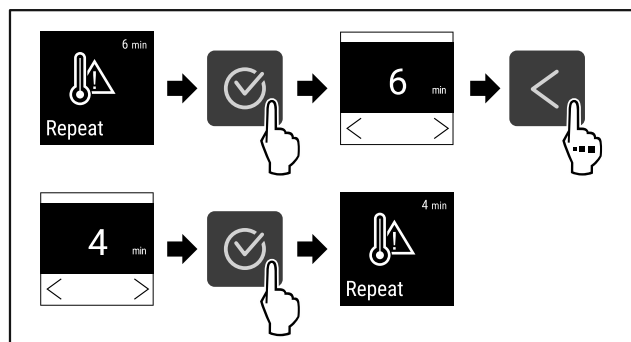

Fig. 116
- ▶ Eseguire i passi (vedere Fig. 116) .